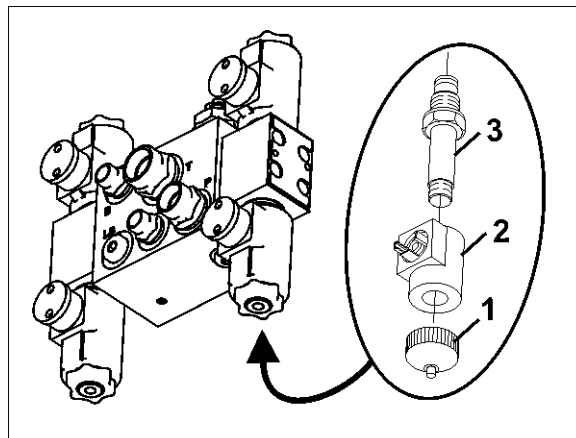

Fig. 149
1. Skru magnetkappen af (Fig. 149/1)
2. Fjern magnetspolen (Fig. 149/2)
3. Skru ventilstangen ud (Fig. 149/3) med ventilsæderne, og rengør med trykluft eller hydraulikolie.